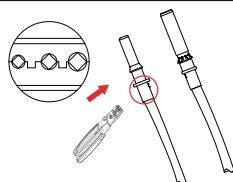

Abb. 5.4 Crimpen des Kontaktstiftes an den Draht
- b) Crimpen der Metallkontakte mit einer Crimpzange wie in Abbildung 5.4 gezeigt.